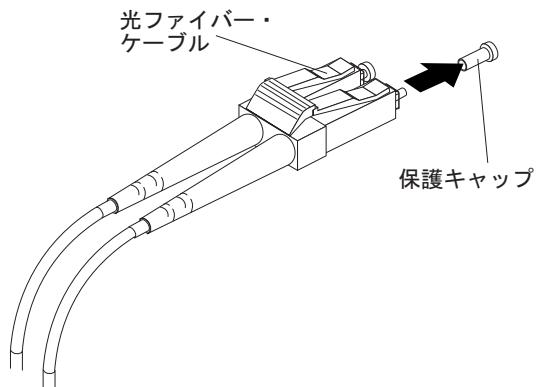

図21. 光ファイバー・ケーブルの保護キャップの取り外し
3. 44 ページの図 21 に示すように、LC-LC ケーブルの一方の端から保護キャップ 2 個を取り外します。将来の利用のために、保護キャップを保管しておきます。